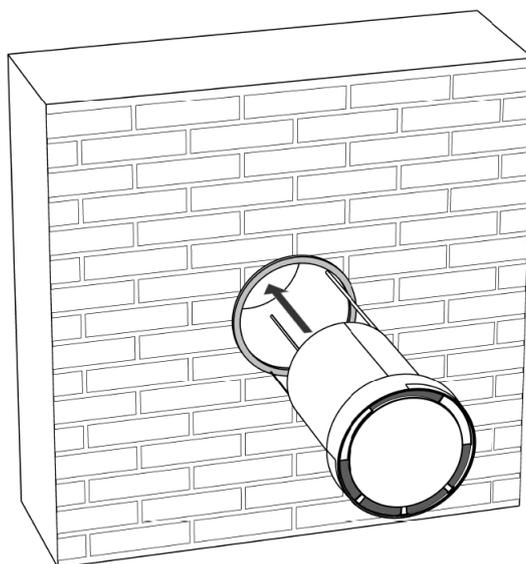

Figure 15 - Montage du chapeau de ventilation
1. Enfoncez le chapeau de ventilation dans le mur depuis l'extérieur (voir Figure 15 ci-dessous). Attention, les pièces situées à l'extérieur ne sont pas encore fixées. Prenez bien soin de ne pas les faire tomber.